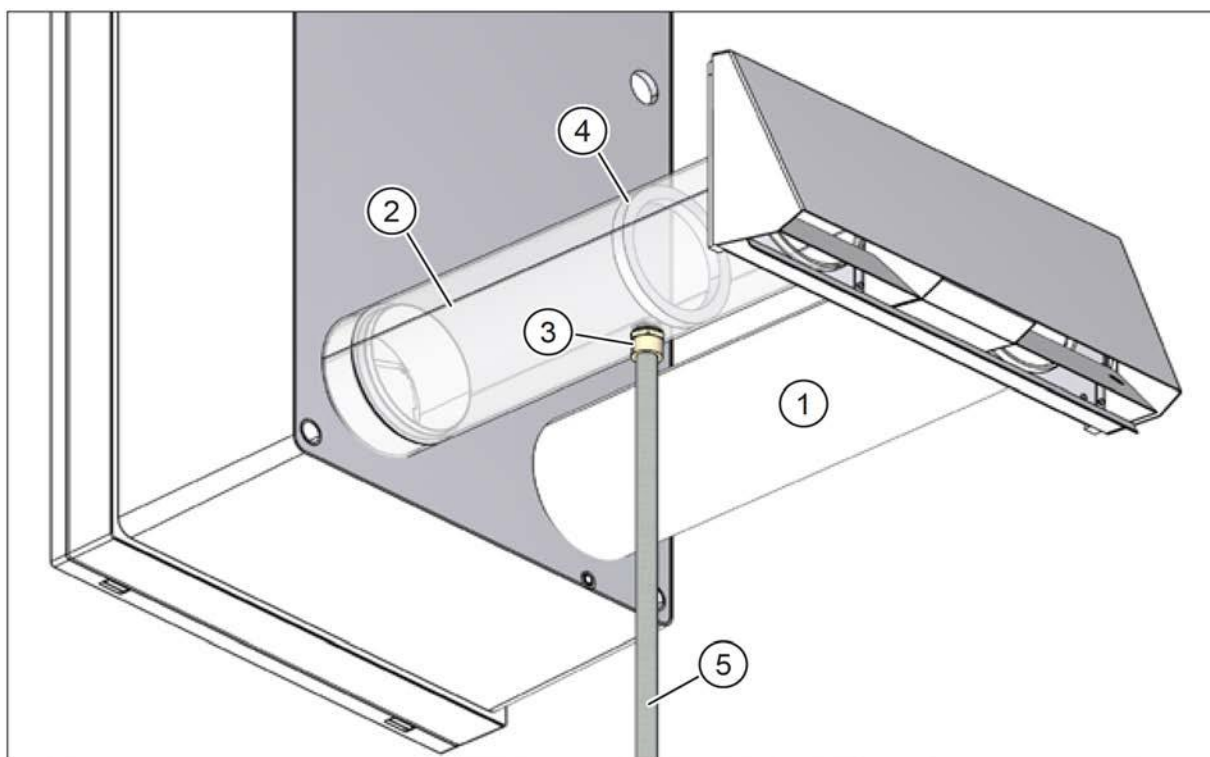

Рис. 32: слив конденсата по вытяжной трубе
- Внешняя труба воздуховода, DN 100, 0,5 м (поз. 1 на рис. 32)
- Вытяжная труба DN 100, 0,5 м (поз. 2 на рис. 32), с соединительным элементом с наружной резьбой 1/2" (поз. 3 на рис. 32) и барьер (поз. 4 на рис. 32) для удерживания конденсата.
- Защитить трубу для слива конденсата (поз. 5 на рис. 32) в холодных регионах от мороза можно, например, проложив ее за утепление фасада.